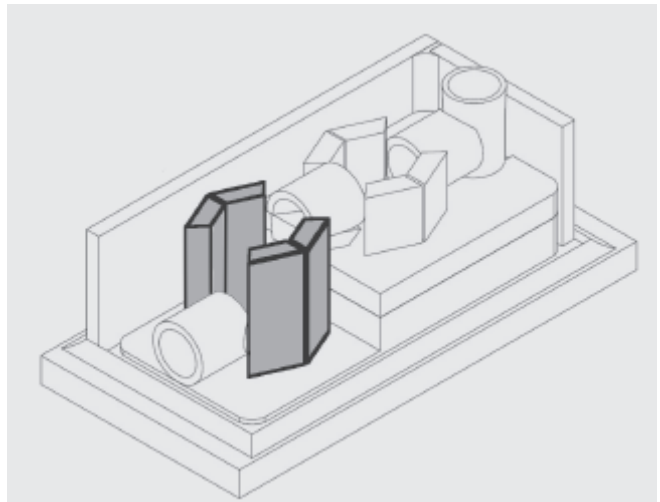

Figura 14
**#18** Meta los cuatro ladrillos grandes y péguelos siguiendo el orden en **Paso 13**. Asegure que cada ladrillo esté a plomo y nivelado por todos lados. (**Figura 14**)